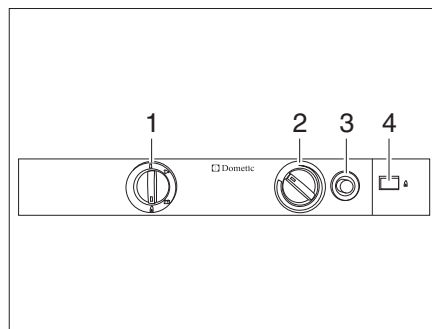

Bild 334 Bedienelemente für den Kühlschrank (Dometic 8er-Reihe)
- Energie-Wahlschalter (Bild 334,1) auf "🔥" stellen.
- Drehregler (Bild 334,2) drücken, auf höchste Stufe drehen und gedrückt halten. Warten, bis Gas zum Brenner strömt.
- Gaszündknopf (Bild 334,3) drücken und gedrückt halten. Die Zündung erfolgt automatisch.
- Gaszündknopf (Bild 334,3) gedrückt halten, bis der Flammenanzeiger (Bild 334,4) grün wird, dann loslassen.
- Drehregler (Bild 334,2) noch 10 bis 15 Sekunden gedrückt halten, dann loslassen.
- Energie-Wahlschalter (Bild 334,1) auf "⏻" stellen.
- Kühltemperatur mit dem Drehregler (Bild 334,3) einstellen.